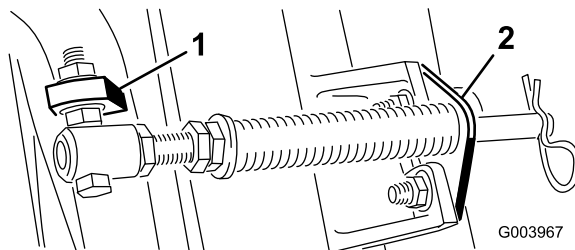

Figura 6
Nota: Coloque la cabeza del perno en el exterior de la pestaña, según se muestra en **Figura 6**.
- D. Monte el soporte de la varilla en las pestañas de la unidad de corte con los pernos de cuello cuadrado y las tuercas (**Figura 6**).